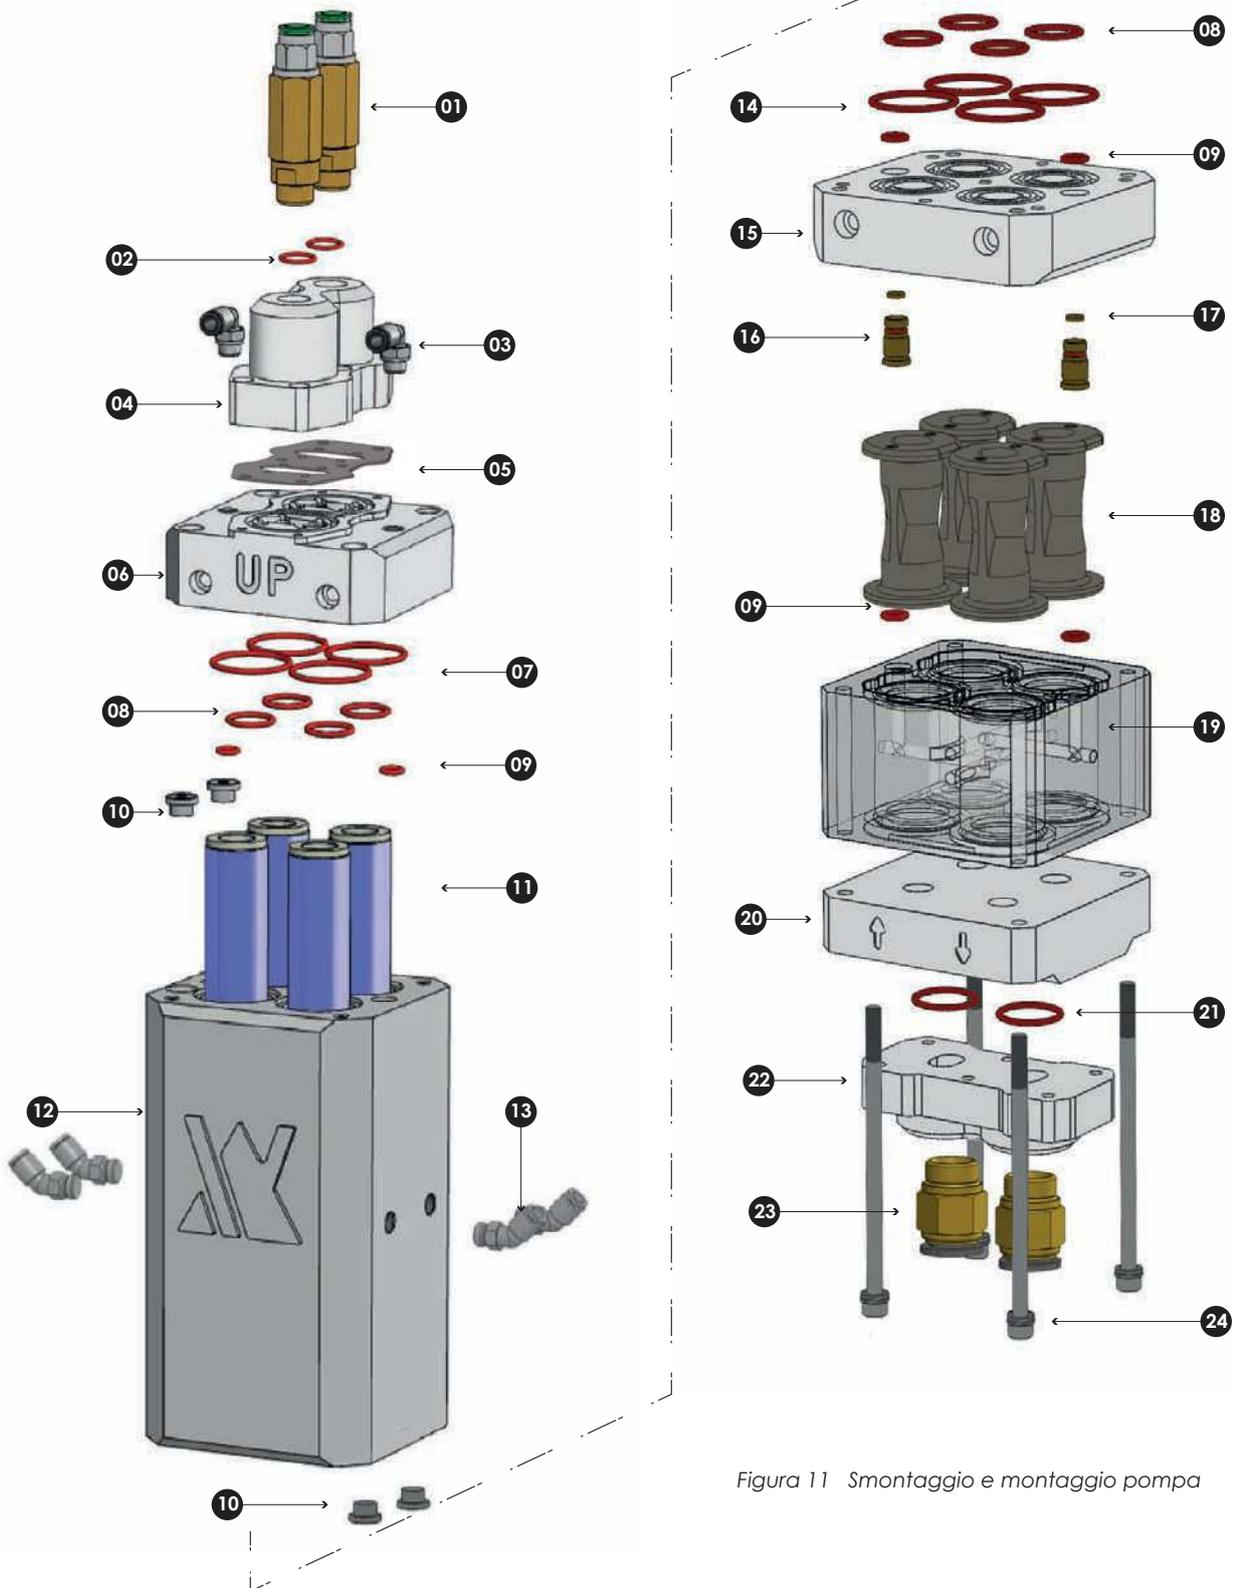

Figura 11 Smontaggio e montaggio pompa
6. Vedi figura 11. Smontare la pompa come illustrato.